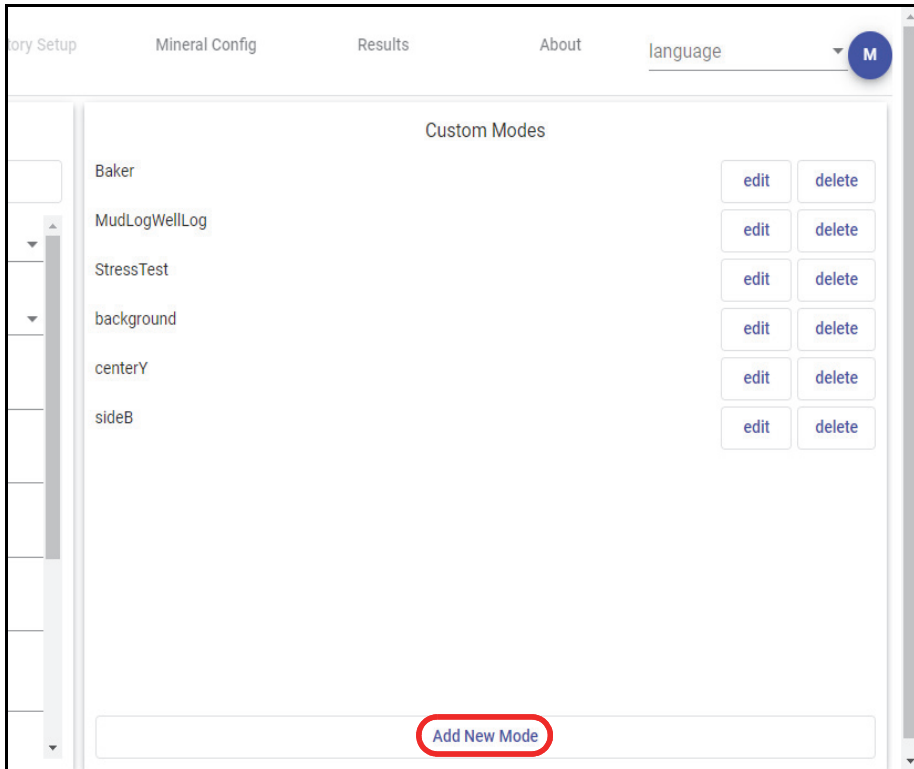

Figura 5-12 Pulsante Add New Mode
1. Nella parte inferiore della finestra di dialogo **Custom Modes** (Modalità personalizzate), cliccare su **Add New Mode** (Aggiungi nuova modalità) [vedi Figura 5-12 a pagina 82] per visualizzare la finestra di dialogo **Add New Mode**.